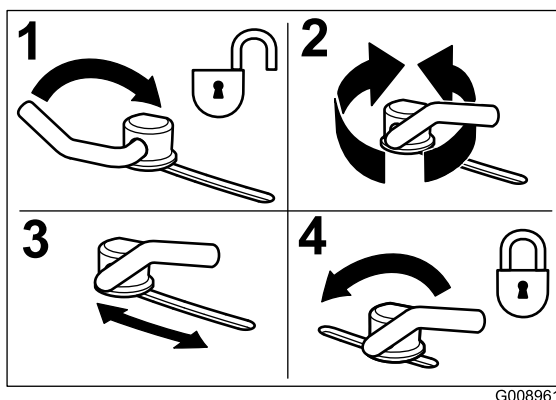

Figure 14
- Pour régler les verrous à came, soulevez le levier pour desserrer le verrou (Figure 14).
- Repoussez le levier à sa position d'origine pour serrer le déflecteur et les verrous (Figure 14).